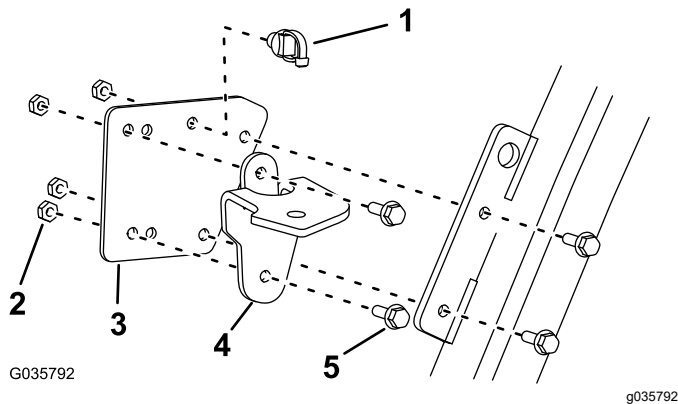

Figura 3
1. Instale um clipe de fixação na montagem direita (Figura 3).
2. Instale a montagem direita numa placa de extensão utilizando 2 parafusos e 2 porcas (Figura 3).
3. Prenda a placa de extensão ao lado direito no ponto de elevação frontal direito da cabina utilizando os 2 parafusos e as 2 porcas (Figura 3).